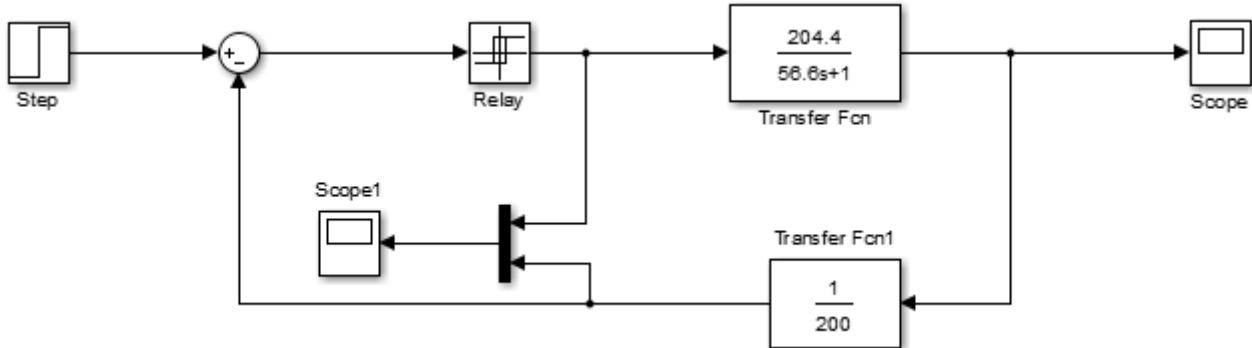

Figura 8.4. Diagrama de bloques de un sistema de control de presión de líquido.
2. Cree un nuevo modelo (“File” -> “new” -> “Model”) con el sistema que se muestra en la Figura 8.4. En la Tabla 8.1 se muestran las librerías donde están los elementos del sistema.
Tabla 8.1. Librerías donde se encuentran los elementos del circuito de la Figura 8.4.
*Nota: En el sistema de la Figura 8.4, el bloque “Relay” representa un controlador on-off con histéresis, el módulo “Transfer Fcn” representa el modelo matemático de un tanque de primer orden, el módulo “Transfer Fcn1” representa al transductor con una relación de 200Pa/V, “Step” representa el valor de referencia en voltios aplicado con una función escalón; los “Scopes” son instrumentos para visualizar la respuesta del sistema, “Scope” muestra el resultado en Pascales y “Scope1” con ayuda de un “mux” permite ver en la misma gráfica la respuesta de la planta en voltios junto con la salida del controlador .*